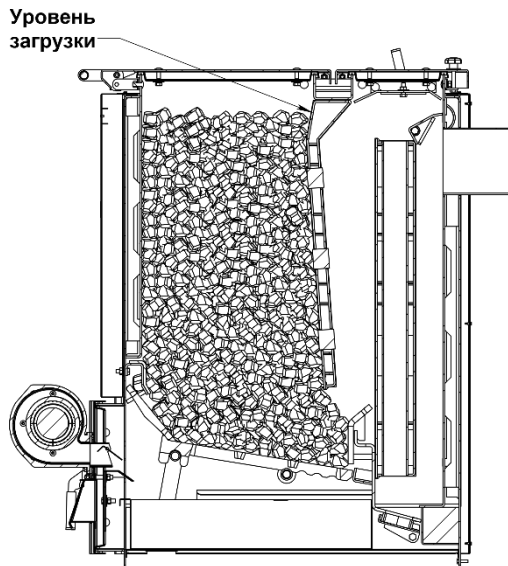

Рис. 14 Уровень загрузки топлива
Рекомендуемые размеры кусков угля не должны быть менее 20мм и превышать 50 мм. Загрузку угля производить не выше верхней кромки переднего теплообменника (рис.14), не оставляя надолго открытой загрузочную дверцу, чтобы не допустить прорыва большого количества холодного воздуха в топку. Зольная дверца во время растопки котла должна быть открыта.
6. Заполнить углем загрузочную камеру не выше верхней кромки переднего теплообменника (рис.14).